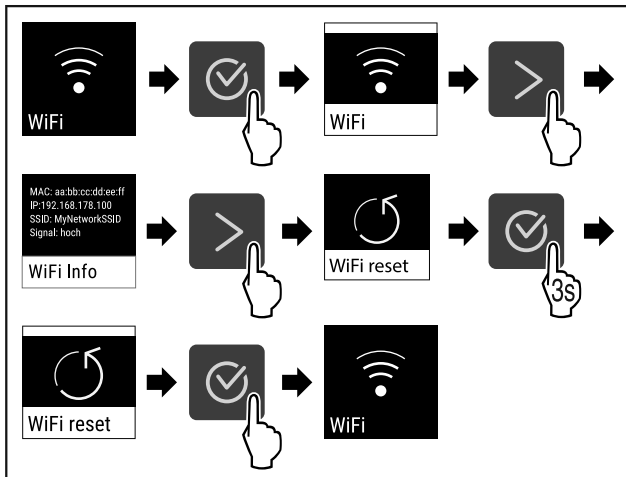

Fig. 88
- ▶ Følg anvisningene (se Fig. 88) .